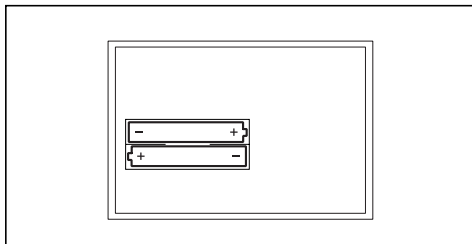

Fig. 4.2 Sostituzione delle batterie
- Procedere ora con la sostituzione delle batterie (2x AAA-LR03; fig. 4.2).